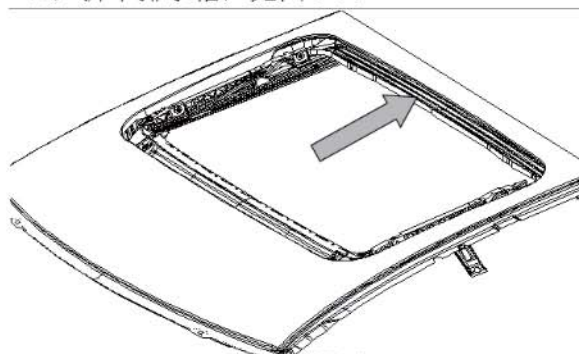

图 6-7 拆排水槽
- (3) 向前移动排水槽，使排水槽与其挂钩分开。
- (4) 拆下排水槽，见图 6-7。